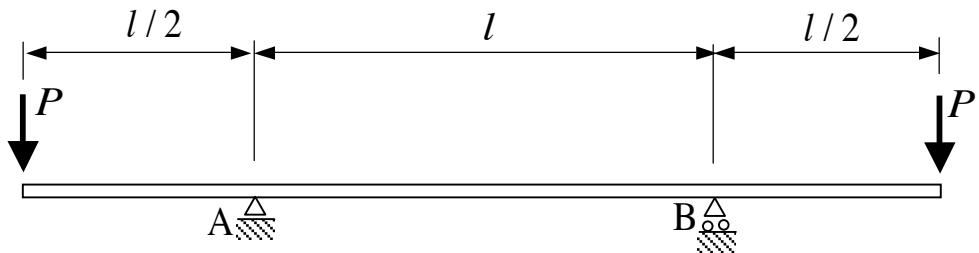
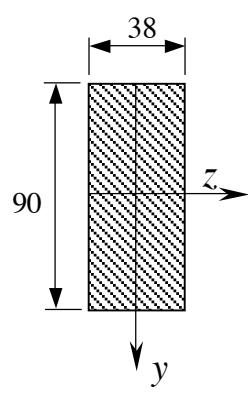
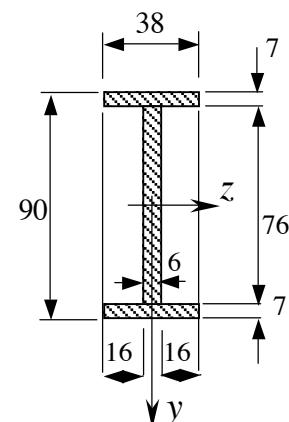

図 14 両端部に集中荷重  $P$  を受ける両側突き出し単純支持はり
図 15 矩形断面（寸法単位 mm）
図 16 薄肉 I 型断面（寸法単位 mm）
3 1. 図 14 に示すような両端部に集中荷重  $P$  を受ける両側突き出し単純支持はりがある。以下の問いに答えよ。
- (1) どのような支点反力が作用するか図示し、それらの値を求めよ。
- (2) せん断力図(SFD)と曲げモーメント図(BMD)を描け（主要な値は図に書き込むこと）。
- (3)  $l = 1000 \text{ mm}$ ,  $P = 10 \text{ kN}$  である場合について以下の問いに答えよ。
- (e) 図 15 と図 16 に示される断面の中立軸回りの断面 2 次モーメントをそれぞれ求めよ。
- (f) 図 14 のはりの断面が図 15 の形状であるとき、はりに作用する最大引張曲げ応力値  $\sigma_{\max}$  を求めよ。さらに、はりの断面が図 16 の形状であるときの最大引張曲げ応力値  $\sigma_{\max}$  を求めよ。